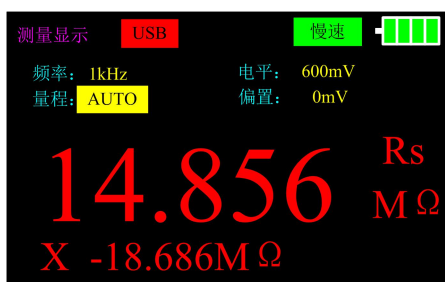

图 16
2. 按 **AUTO/R/C/L/Z** 键，直到界面上显示 R_s 以选择电阻测量，如图 16 所示；